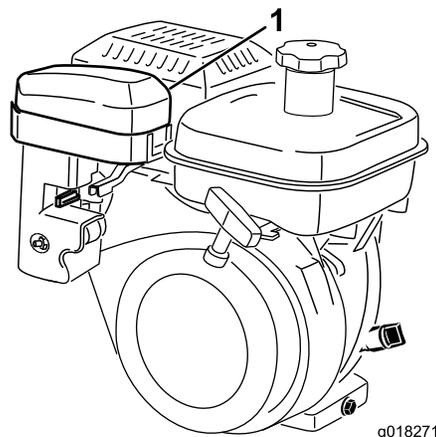
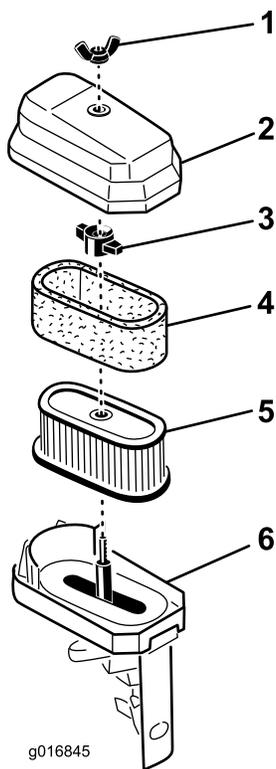

Figura 36
Figura 37
3. Limpie la cubierta (Figura 36 y Figura 37).
4. Si el elemento de gomaespuma está sucio, retírelo del elemento de papel (Figura 37) y límpielo de la manera siguiente.